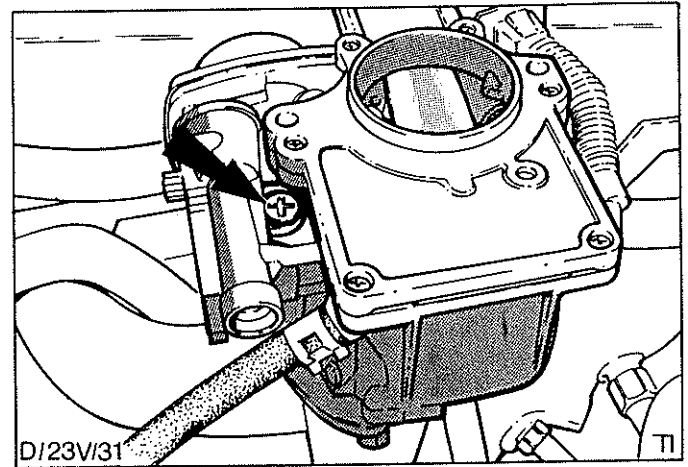

Abb.63 Blindstopfen, Einstellung-Startvorrichtung
- a) Blindstopfen mit einem Schraubendreher vorsichtig entfernen, Abb.63.
b) Mitnehmerhebel-Bimetallfeder im Uhrzeigersinn soweit drehen, bis die Bohrung in der Messingbüchse mit der Bohrung im Vergasergehäuse übereinstimmt, Abb.63.
g) Bohrer entfernen und Öffnung mit neuem Blindstopfen verschließen, Abb.63.